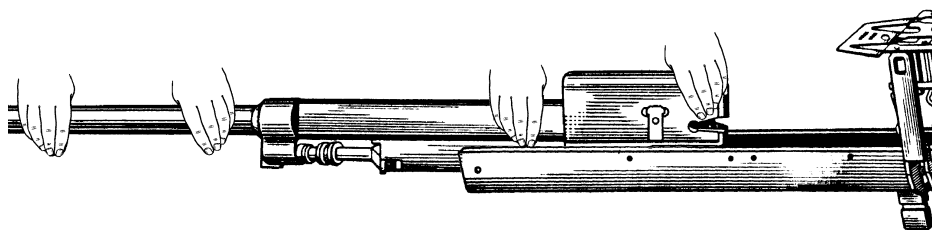

Рис. 117. Від'єднання агрегату стволу
1.8. Від'єднати агрегат стволу. Для чого потягти агрегат стволу вперед та вивести його зі ствольної коробки (рис. 117).